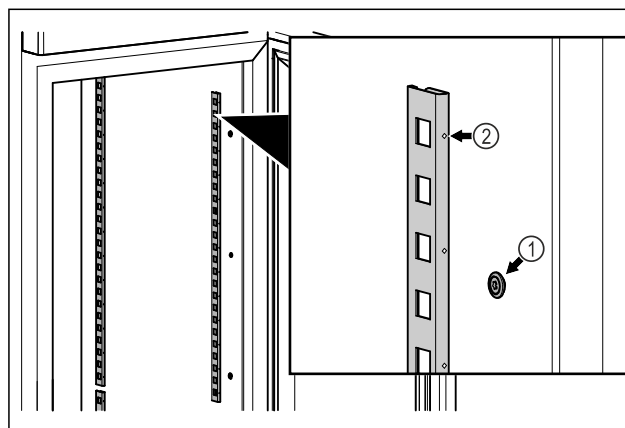

Fig. 48 Przykładowa prezentacja
- ▶ Zacześć listwę zaczepową w mocowaniu Fig. 48 (1). Zaznaczenie Fig. 48 (2) musi być skierowane do przodu.